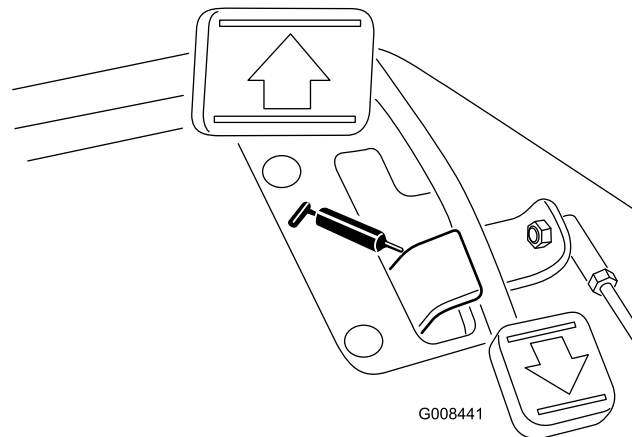

Рисунок 35
- Шарнир педали тяги (1) (Рисунок 35)